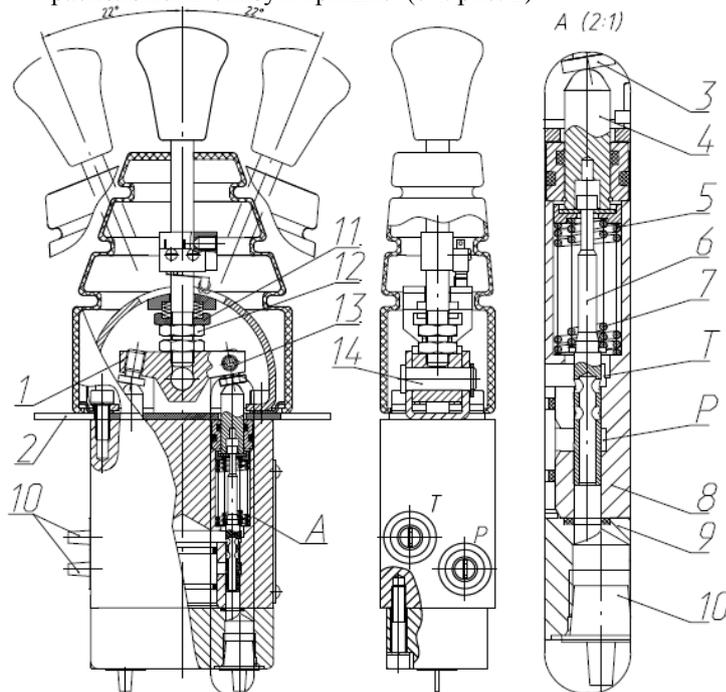

Рисунок 1 – Блок управления с одной рукояткой 250BHM.100 с фиксацией в любом положении
1.7.1 Блоки управления 250BHM.100 (см. рис.1) выполнены в виде двух регуляторов потока и давления, расположенных в одном корпусе, работающих по принципу золотниковых редуцированных клапанов, с давлением и потоком в рабочих отводах, определяемым положением рукоятки.